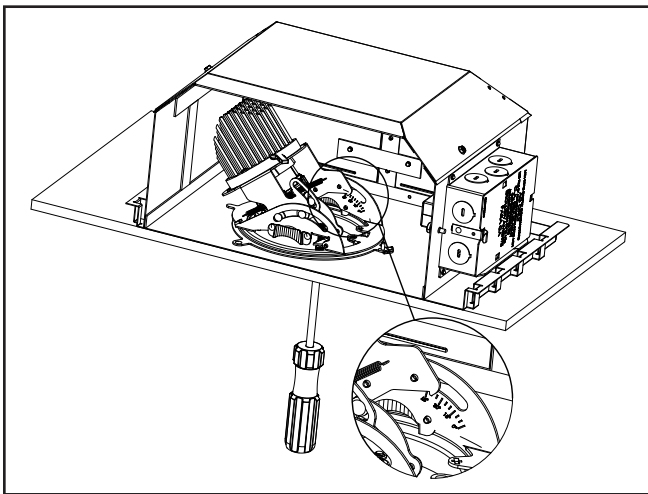

Figure 8
- a. Pour les garnitures d'éclairage lèche-mur, les conditions optimales seront obtenues avec un angle d'inclinaison de 20 degrés et une optique de 40 degrés (Figure 8).